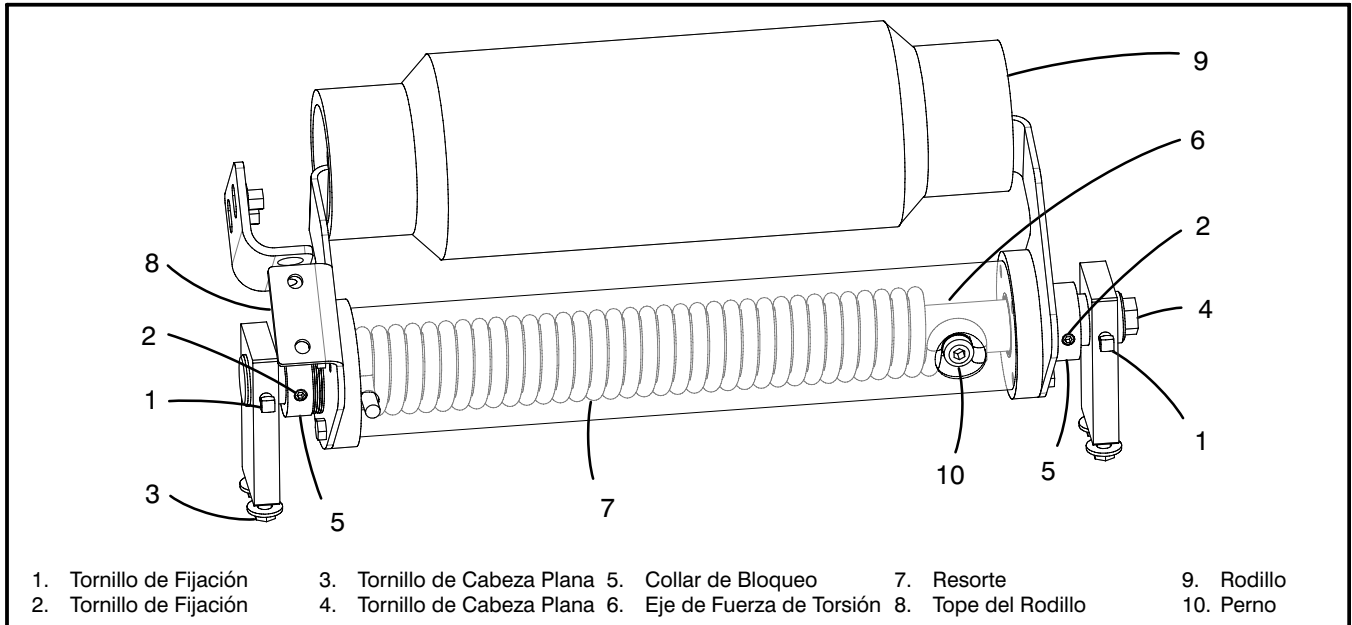

Figura 5-4
Antes de instalar el cable en el tambor, ajustar el rodillo del tambor. Refiérase a la Figura 5-4. Si el rodillo no está alineado con el tambor, puede causar un desgaste excesivo en el cable, al rodillo del huinche o impedir que corra el cable por el tambor. Para ajustar el rodillo, afloje los tornillos (3) y ajuste el conjunto del rodillo según sea necesario para alinear el rodillo paralelo al tambor. El rodillo debe estar centrado entre cada vuelta completa del cable en el tambor y centrado entre las pestañas del tambor. Centre el rodillo entre las pestañas del tambor aflojando los tornillos de fijación (1) en el collar de bloqueo (5), centre el rodillo (9) y apriete los tornillos de fijación. Después que el rodillo está alineado y centrado, precargue el resorte mediante el siguiente procedimiento.